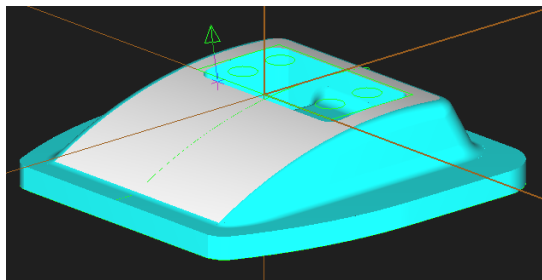
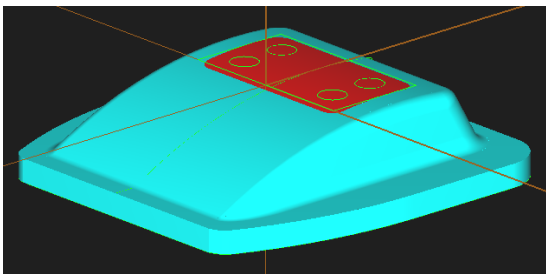

图 7-19 填补内孔示意图
图 7-20 补面示意图
12) 新建层: 4, 设定名称: surface1, 颜色为11号青色, 将第4层设为当前层。在“绘图”菜单里, 单击“曲面”“由实体产生”, 选择刚才所建的实体, 产生曲面, 并关闭第3层, 最终建模效果如图7-19所示。
13) 新建层: 5, 设定名称: surface2, 颜色为12号红色, 将第5层设为当前层。在“绘图”菜单里, 单击“曲面”“曲面修整”“填补内孔”, 选择曲面上表面, 将箭头移动到40×22矩形边缘, 如图7-19所示, 单击鼠标左键, 产生补面, 如图7-20所示。